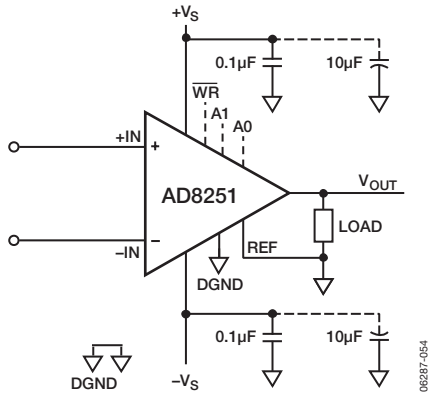

図53. 電源デカップリング（REFと出力はグラウンドを基準）
0.1μFのコンデンサは、各電源ピンの近くに接続します。10μFのタンタル・コンデンサはデバイスから離れたところに接続できます（図53を参照）。多くの場合、これらのコンデンサは他の高精度ICと共用できます。